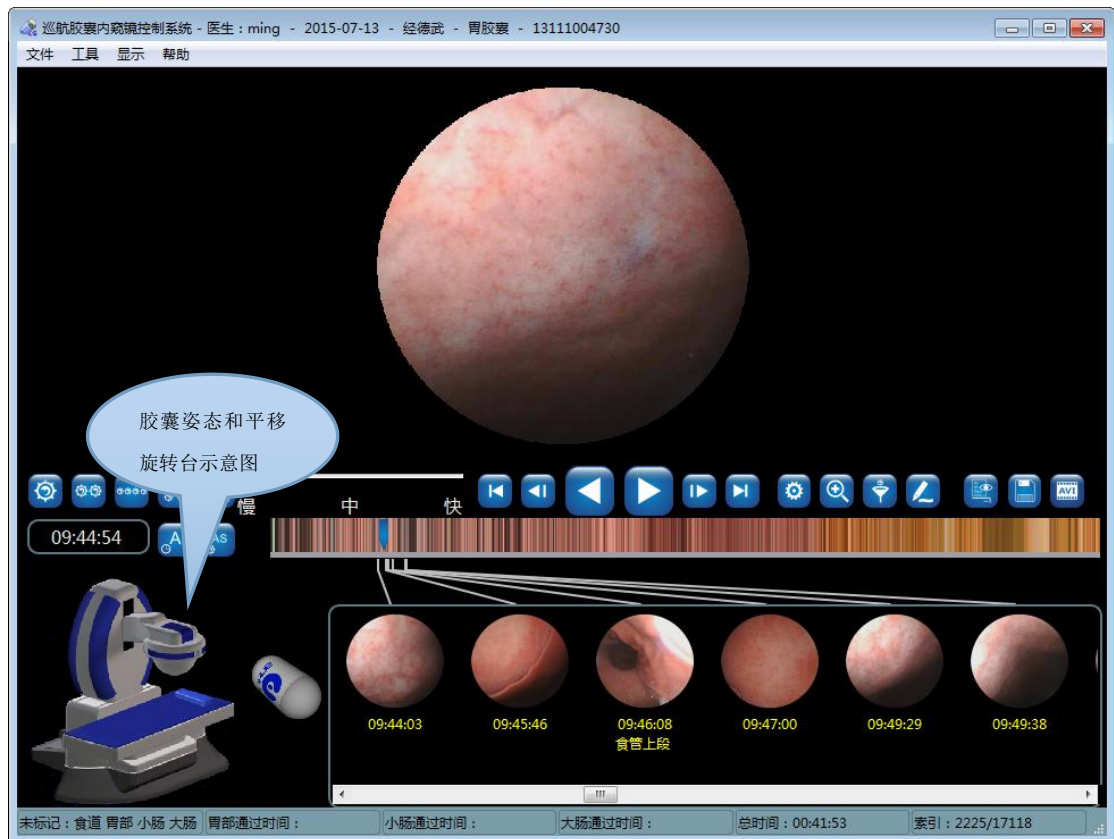

图 4-54 录像播放显示界面
4. 进入图 4-12 图片浏览界面，点击**文件**(**打开录像**)，进入图 4-54 录像播放界面，在界面的左下方显示模拟的胶囊示意图和平移旋转台示意图，示意图可显示四种人体体位（平